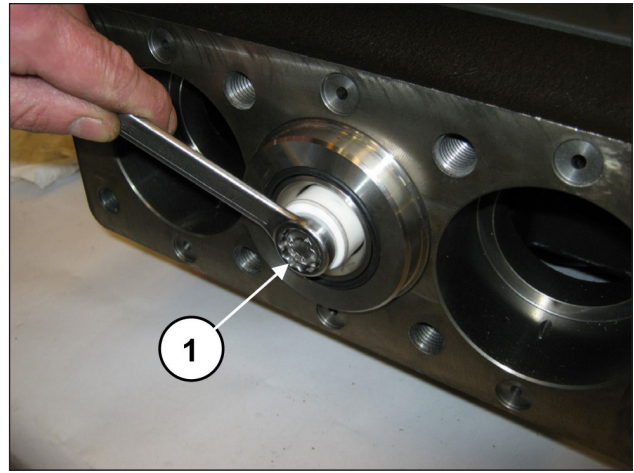

Abb. 172
Demontieren Sie die Kolben durch Abdrehen der Befestigungsschrauben (Pos. ①, Abb. 172).